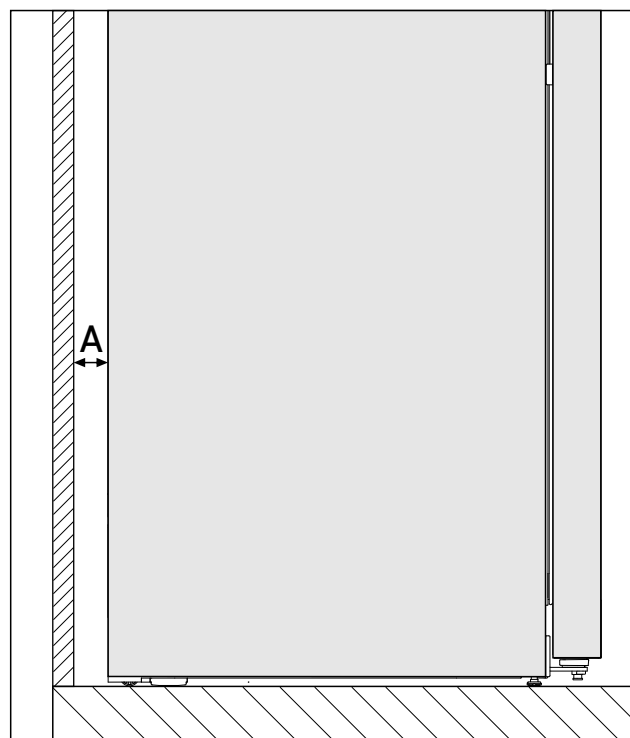

Fig. 2 *
La consommation d'énergie a été déterminée avec une distance des murs Fig. 2 (A) entre l'arrière de l'appareil et le mur. Si la distance des murs est inférieure à Fig. 2 (A), cela n'a aucune incidence sur le fonctionnement de l'appareil. En revanche, la consommation d'énergie augmente légèrement lorsque la distance des murs est réduite.